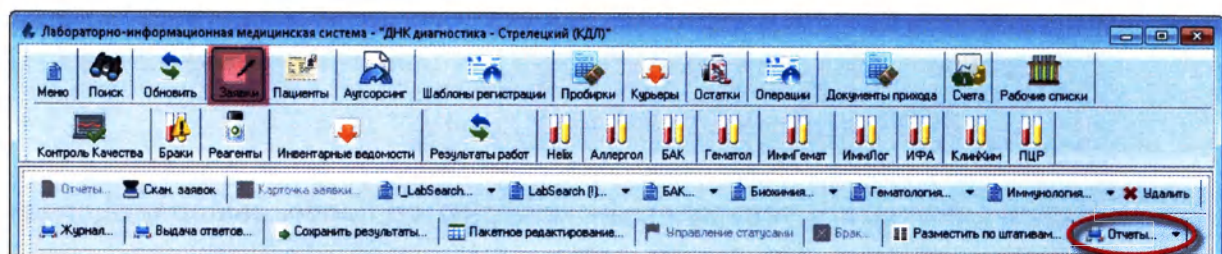

Рисунок 15.7
2.	Нажмите кнопку «Отчеты» –  (Рисунок 15.7).